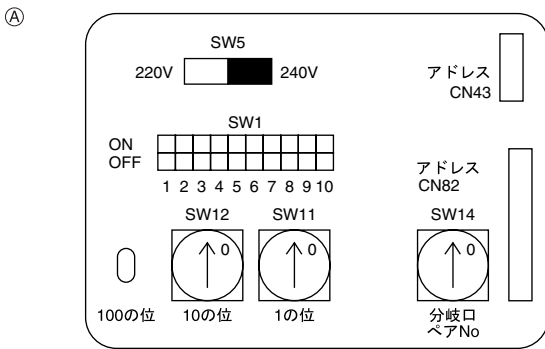

Fig. 5-5
5.3. Установка адресов (Fig. 5-5)